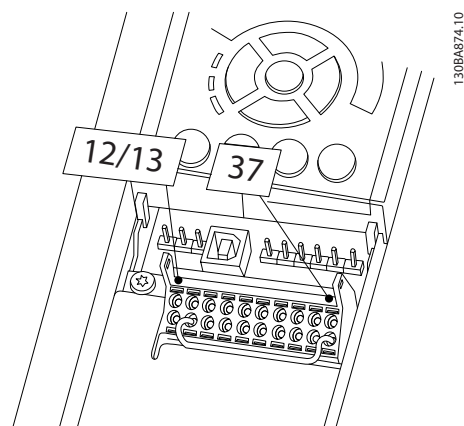

Bild 2.1 Bygel mellan plint 12/13 (24 V) och 37
1. Ta bort bygelledningen mellan styrplint 37 och 12 eller 13. Det räcker inte att klippa eller bryta bygeln för att undvika kortslutning. (Se bygeln i Bild 2.1.)